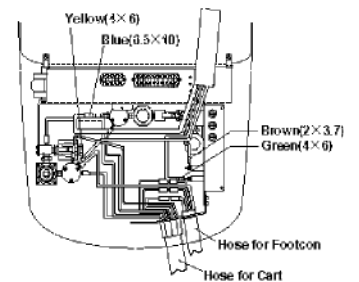

Fig.6-10D Tubing Connection for Cart
E. Branchement des tuyaux pour le cart type (Fig.6-10D)